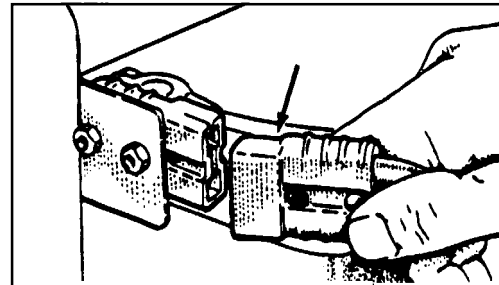

Fig. 24
3. Batterierne forbindes til stikket på beholderophænget (se fig. 24).